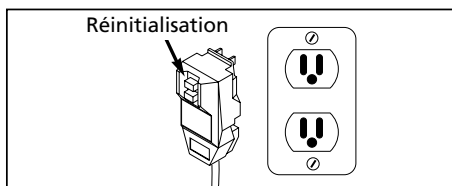

Figure 11 - Prise de terre/réinitialisation
1. Branchez le cordon dans une prise mise à la terre de 120 V et appuyez sur le bouton de réinitialisation tel qu'illustré à la Figure 11.